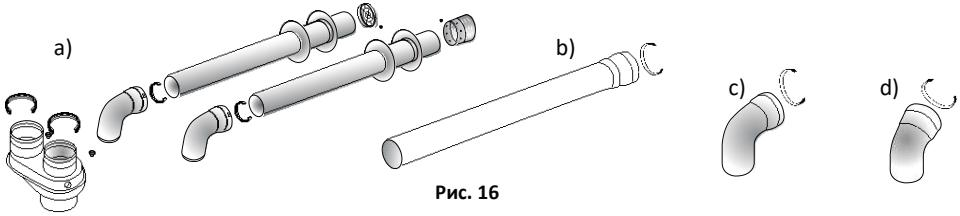

Рис. 16
Имеющиеся соединительные детали для подключения двойного дымохода (Рис. 16)
1. Комплект двойного герметичного дымохода Ø 80x80 мм (Рис. 16а)
2. Удлиняющая деталь 500 мм / 1000 мм Ø 80x80 мм (Рис. 16б)
3. Колено 90° Ø 80x80 мм (Рис. 16с)
4. Колено 45° Ø 80x80 мм (Рис. 16д)